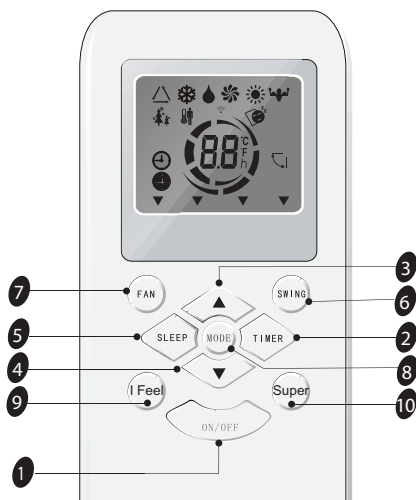

Рис. 5.2
5.2.1 Для управління кондиціонером застосовується ІЧ пульт рис. 5.2.
5.2.2 Коментарі до пульта див. таблицю 5.1 і знаки індикації рис. 5.2.